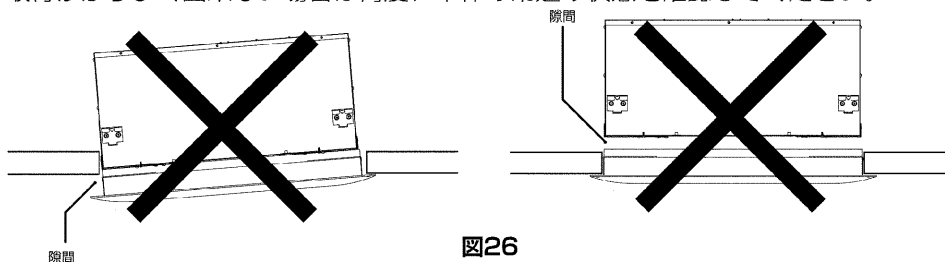

図26
- ※ユニット本体と自動昇降パネル間に隙間が出来ますと風漏れにより露付、露垂れの原因になります。また、自動昇降パネルと天井面に隙間が出来ますと、パネルの露付き、スマッシング (天井面が汚れる) の原因になります。(図26)
(1) ユニット本体と自動昇降パネル、および自動昇降パネルと天井面に隙間のないことを確認してください。（図26）